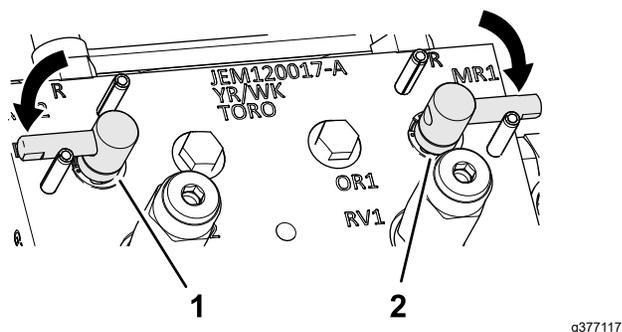

Figura 151
3. Spostate le leve di lappatura in posizione F (tosatura) (Figura 151).